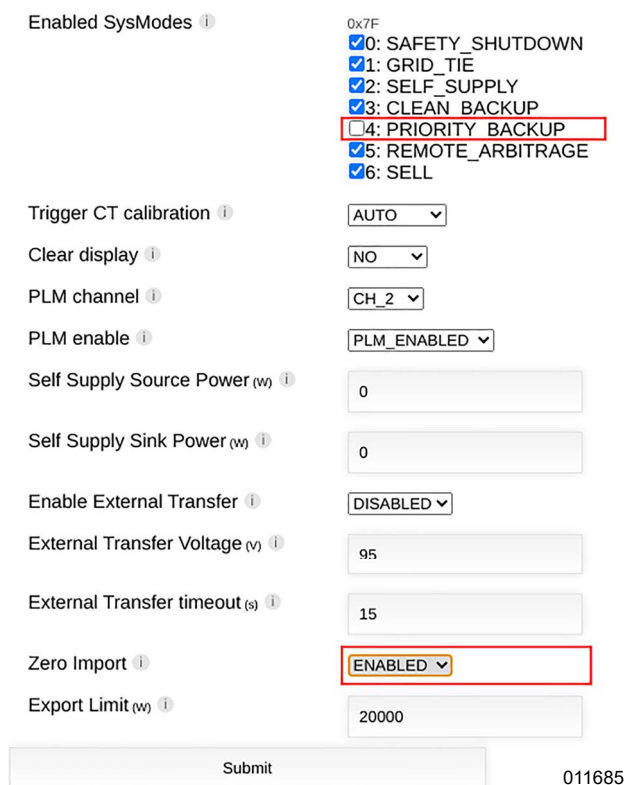

Figure 6-30. Zero Import (Importation zéro)
6. Voir Figure 6-30. Désélectionner Priority Backup (Secours prioritaire) de la liste « Enabled SysModes » (Modes système activés).